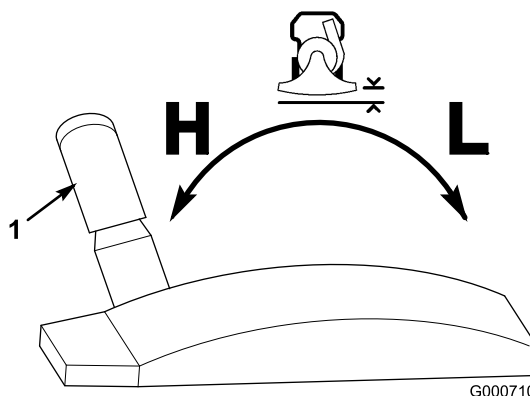

Figura 12
Usted puede ajustar el espacio entre el conjunto de entrada de aire y el suelo moviendo el control de ajuste de altura (Figura 12) a la posición deseada. Ponga la altura en Bajo (L) para aspirar superficies duras, por ejemplo aceras o calles, y en Alto (H) para césped abundante con cobertura espesa de hojas o recortes de hierba. El aspirador funciona mejor con la boquilla de entrada de aire situada lo más cerca posible del suelo según la tarea que usted está realizando.